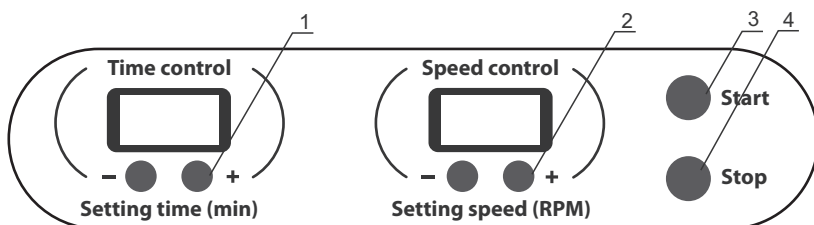

Рис.1. Рабочая панель
- 4.3. Используя соответствующие кнопки **+** и **-** (рис. 1/1), установите необходимый интервал времени работы (от 1 до 999 мин.). Установленное значение отображается на индикаторе Time control.
- 4.4. Используя соответствующие кнопки **+** и **-** (рис. 1/2), установите рекомендуемую методическим предписанием скорость (от 50 до 250 об/мин). Установленное значение отображается на индикаторе Speed control. Скорость можно регулировать и во время работы прибора.
- 4.5. Нажмите кнопку **Start** (рис. 1/3). Платформа начнет вращательное движение, а на индикаторе Time control начнется отсчет установленного интервала времени.
- 4.6. По окончании установленного интервала времени движение платформы прекращается и в течение 1 мин. звучит сигнал об окончании работы. Нажмите кнопку **Stop** (рис. 1/4) для прекращения звукового сигнала, при этом происходит сброс установленного интервала времени на ноль.